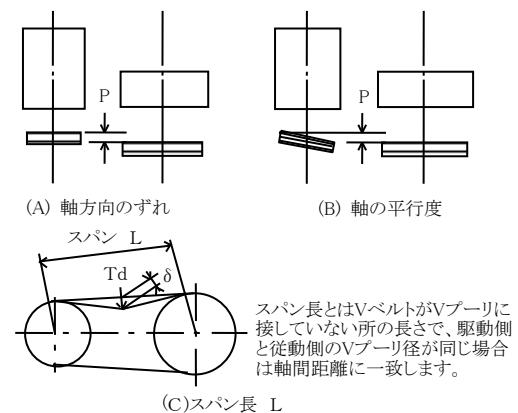
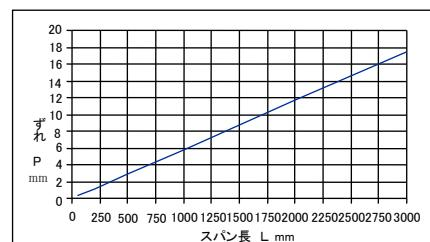

図4 Vブーリの心出し
図5 Vブーリずれ許容寸法 (P mm)
- (1) ファンは工場で正しく心出し調整して出荷していますが、据付終了後再確認してください。
- (2) Vブーリのミスアライメントは、Vベルトの寿命を縮める要因になりますので、正確に調整をしてください。ミスアライメントには、Vブーリの軸方向のずれと軸の平行度の2つが含まれます。図4 (A) が軸方向のずれで、同図 (B) が軸の平行度です。それぞれのずれの許容寸法 (P mm) は、同図 (C) に示されるVブーリ間のスパン長 (L mm) により、図5に示された値以下といたします。Vベルトを張った後で許容寸法を確認してください。ずれPは、極力小さく調整してください。
- (3) Vベルトは、取付張力が不足するとスリップが発生しやすくなり、Vベルトの寿命に影響を与えます。また、張力が高すぎるとVベルトの寿命を縮めるだけでなく、軸荷重が過大になり、軸受の寿命を縮めます。